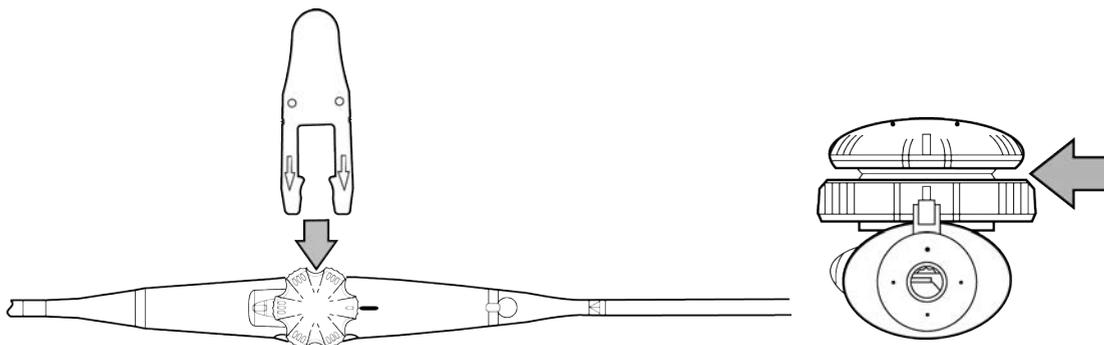

Figura 17 Inserción de la herramienta de la prueba de perforaciones.
- 1 Introduzca la herramienta de la prueba de perforaciones bajo el controlador del plano de exploración tal y como se muestra en la **Figura 17**. La herramienta de la prueba de perforaciones se incluye con el transductor TEExi.